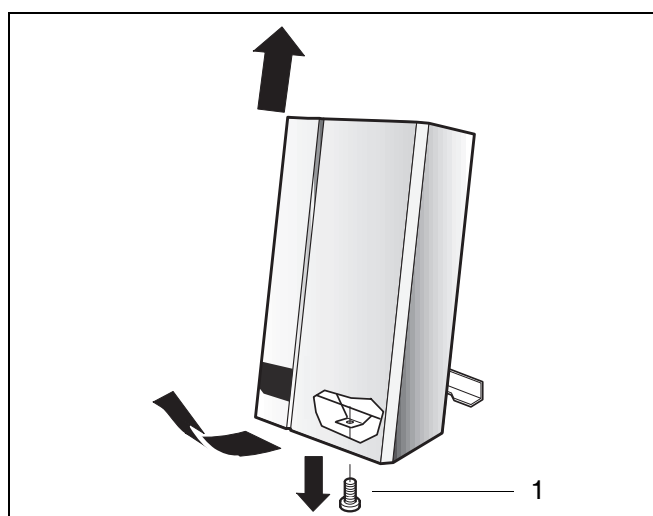

fig. 7 Retirer l'habillage
- Desserrer la vis de fixation (fig. 7, pos. 1).